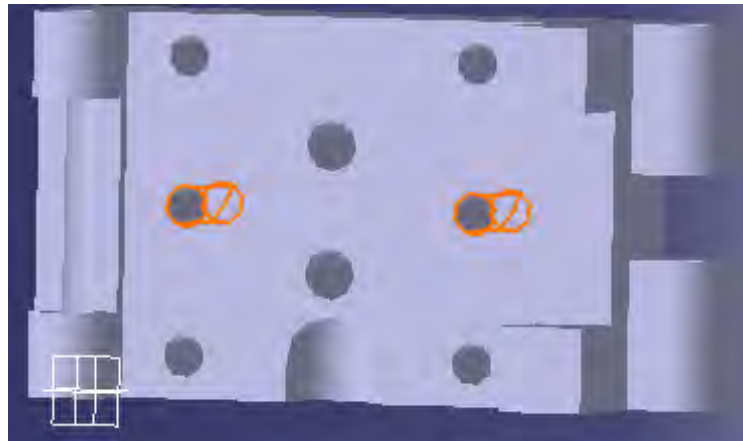

Figura 4.70: REJILLA DEL AGUJERO CON ROSCA
16.-Se crea una rejilla como en el paso 14.- solo que en esta ocasión la separación del primero será de 35 y en el segundo 0, se da clic en OK (ver figura 4.70).